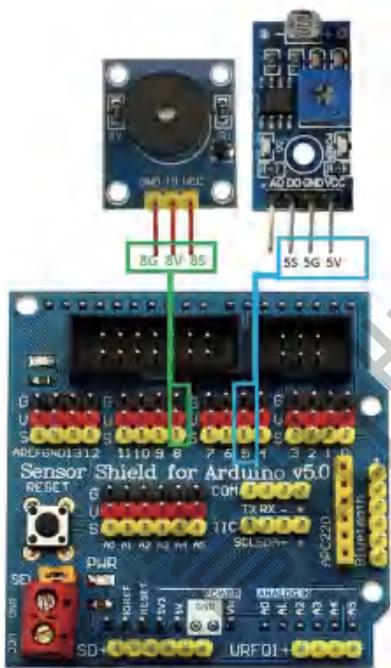

图13-2 光感警车闹钟硬件基础方案连接图
- (1) 取出光敏传感器，用杜邦线将其GND接5 G，VCC接5 V，DO接5 S。
- (2) 取出蜂鸣器模块，用杜邦线将其GND接8 G，VCC接8 V，S接8 S。
- (3) 注意逐个接口对应连线。光感警车闹钟基础方案连接图如图13-2所示。